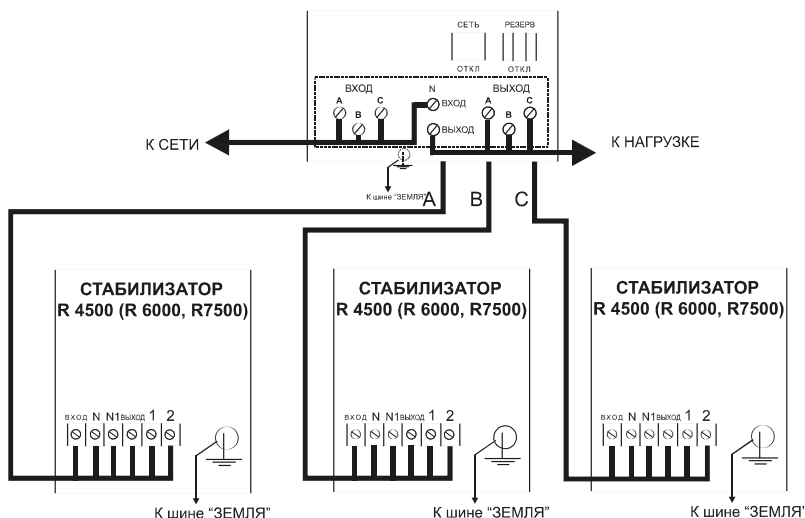

Рис. 3. Схема подключения стабилизатора
7. Произвести подключение изделия в соответствии с рис. 3, руководствуясь маркировкой на кабелях, выходящих из блока коммутации.